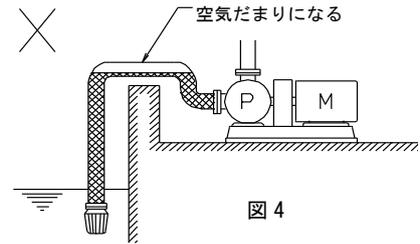

図 4
- 4) 吸込配管は空気だまりが出来ないようにポンプに向かって登り勾配（1/100以上）にしてください。配管の途中に空気だまりになる凸部を作らないようにしてください（図4）。空気だまりのために揚水できなったり、ドライ運転になってポンプ内しゅう動部を焼きつかせるおそれがあります。また、空気を吸込まないように継手など入念に取り付けてください。